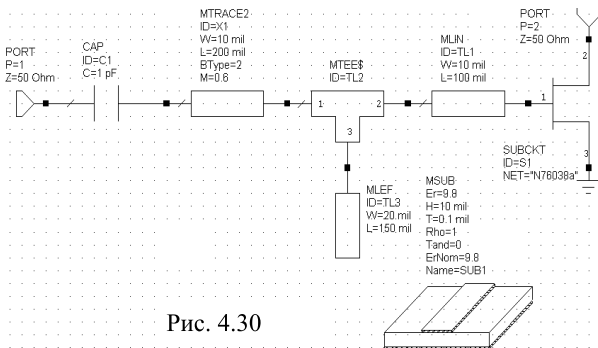

Рис. 4.30
5. Установите курсор на входной порт, нажмите левую кнопку мышки и подключите порт ко входу схемы. Должна получиться схема, показанная на рис. 4.30.